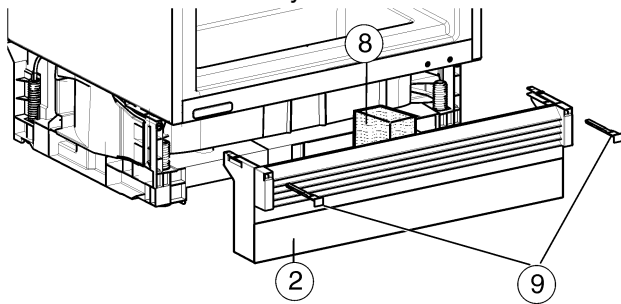

Fig. 13
- ▶ Inserte una pieza de gomaespuma Fig. 13 (8) - es importante para el funcionamiento con corrientes separadas de aire.
- ▶ Vuelva a colocar el zócalo Fig. 13 (2).
- ▶ Si el zócalo está visible Fig. 13 (2), tire del zócalo hacia delante hasta que la rejilla de ventilación y el zócalo del mueble queden totalmente alineados con el borde delantero.
- ▶ Si el zócalo está cubierto Fig. 13 (2), desplace el zócalo hasta el fondo.
- ▶ Prestar atención a que las ranuras de ventilación estén completamente libres: Si fuera necesario, recorte la altura del zócalo (U)
- ▷ Adapte la altura del zócalo (V) por todo el ancho del habitáculo (W) pasando por debajo del zócalo del aparato.
- ▶ Fijar el panel de zócalo: coloque un pasador Fig. 13 (9) sujetando el panel de zócalo.